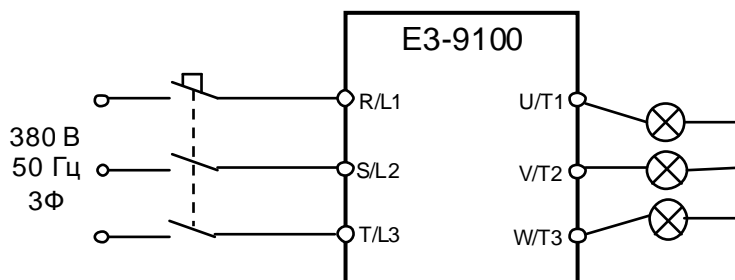

Рис.4.16
- 4.13.1. Подключить 3 лампочки (220 В, 40-100 Вт), соединённые по схеме «Звезда» к выходным клеммам U/T1, V/ T2, W/ T3 преобразователя частоты. Подать питание ~380В. Подключить преобразователь частоты к питающей сети 380В, 50Гц, 3Ф (рис.4.16).